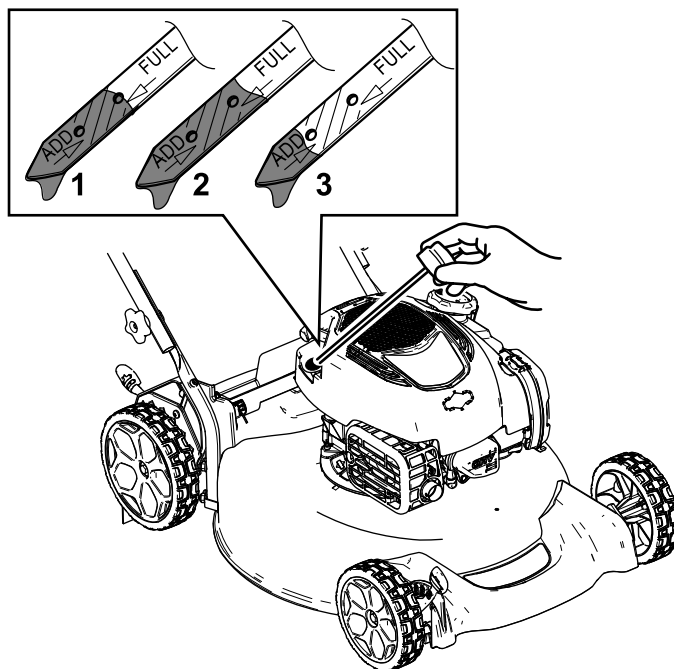

Figura 13
2. Retire la varilla girando el tapón en el sentido contrario a las agujas del reloj y tirando del mismo (Figura 13).
5. Observe en la varilla el nivel de aceite (Figura 13).